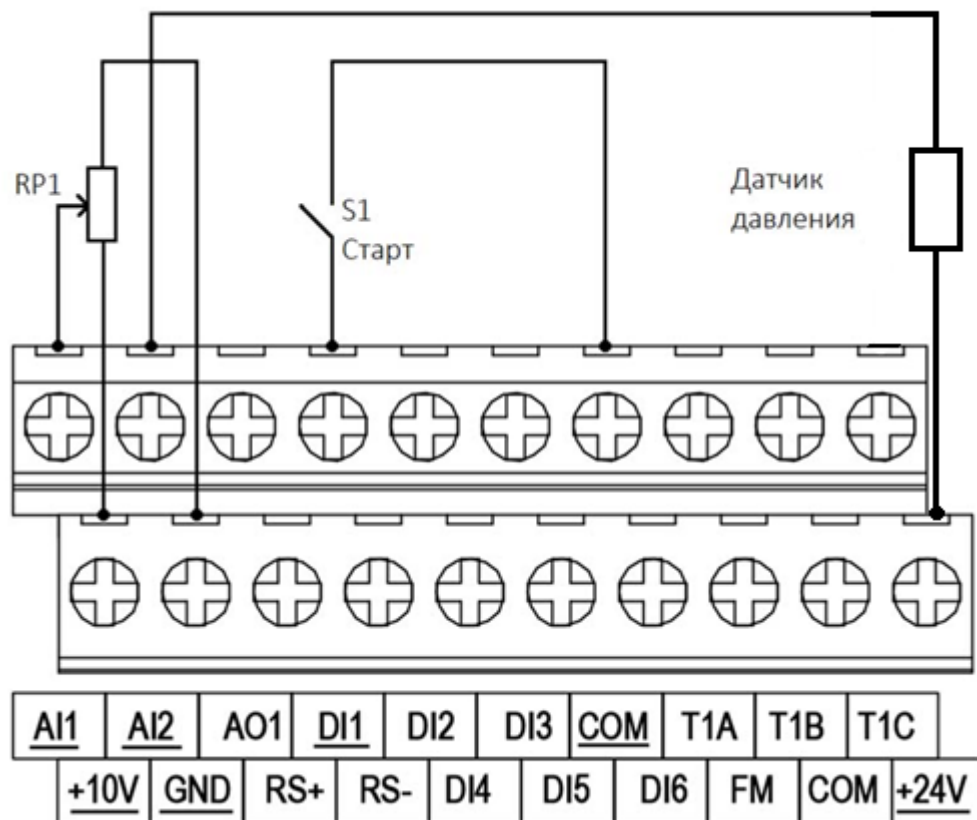

Рисунок 1. Схема подключения датчика давления к VFD1 (используется встроенный источник питания)
- С использованием внутреннего источника питания (Рис. 1)